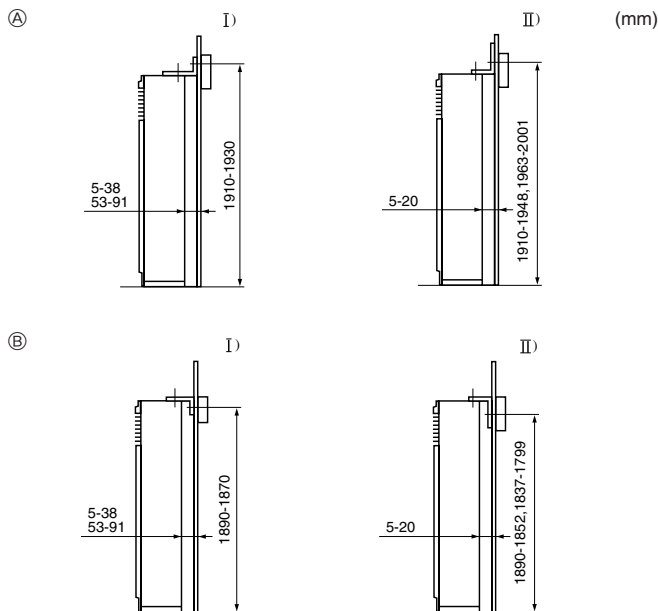

Fig. 3-3
① Suporte de prevenção de queda
O suporte de prevenção de queda ① é fixado na face superior da unidade. Retire os parafusos de derivação ② e instale o suporte como indicado na ilustração. Quanto às distâncias apropriadas para a instalação, consulte a Fig. 3-3.
3.3. Montagem do suporte de prevenção de queda (Fig. 3-3)